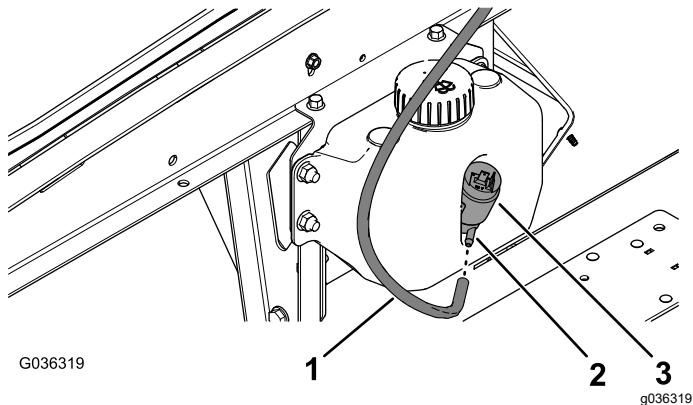

Figura 8
1. En el depósito del líquido del lavaparabrisas, alinee el extremo de la manguera con el acoplamiento dentado de la bomba del lavaparabrisas (Figura 8).
2. Coloque la manguera sobre el acoplamiento hasta que se asiente totalmente en el acoplamiento (Figura 8).